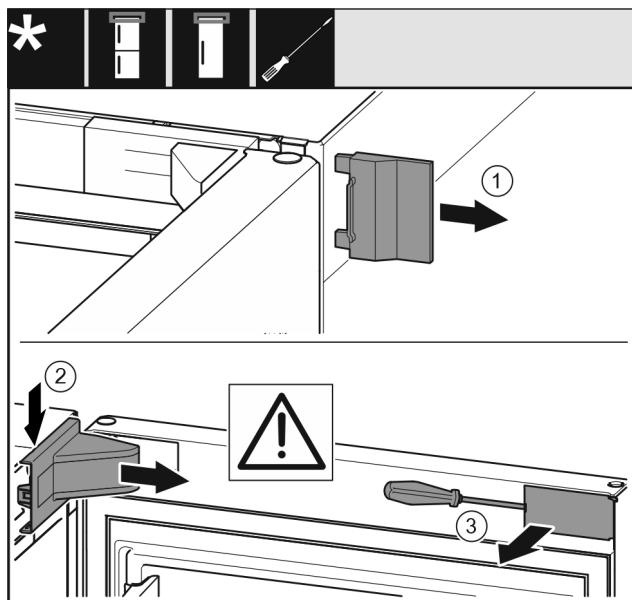

Fig. 5
- Снимите внешнюю крышку. Fig. 5 (1)
- Освободите и отсоедините крышку опорного кронштейна. Снимите крышку опорного кронштейна. Fig. 5 (2)
- При помощи шлицевой отвертки освободите накладку и отведите в сторону. Fig. 5 (3)